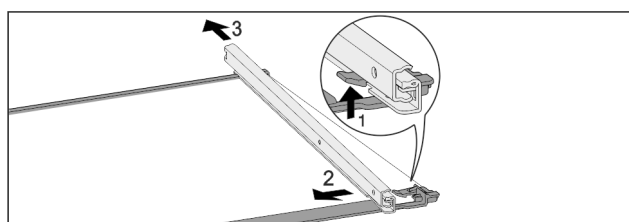

Fig. 120 Стъклена плоча с релси
- ▶ Натиснете нагоре предните фиксиращи палци. Fig. 120 (1)
- ▶ Плъзнете изтеглящата релса настрани Fig. 120 (2) и назад Fig. 120 (3).